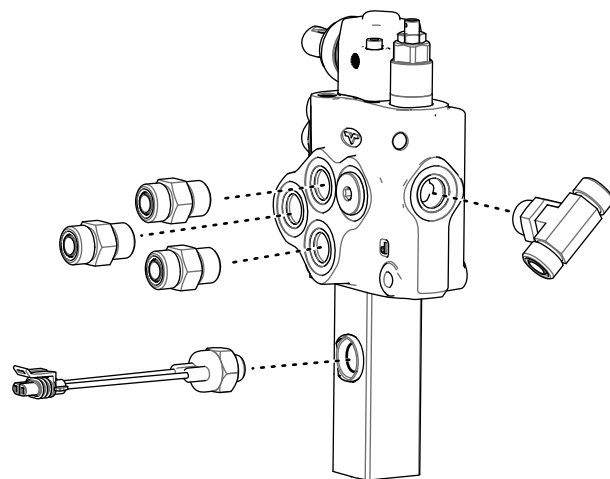

Рисунок 12
1. Снимите 3 прямых штуцера с боковой части клапана (Рисунок 12).
2. Снимите тройник с задней части клапана (Рисунок 12).
3. Снимите шариковый переключатель с боковой части вспомогательного клапана (Рисунок 12).